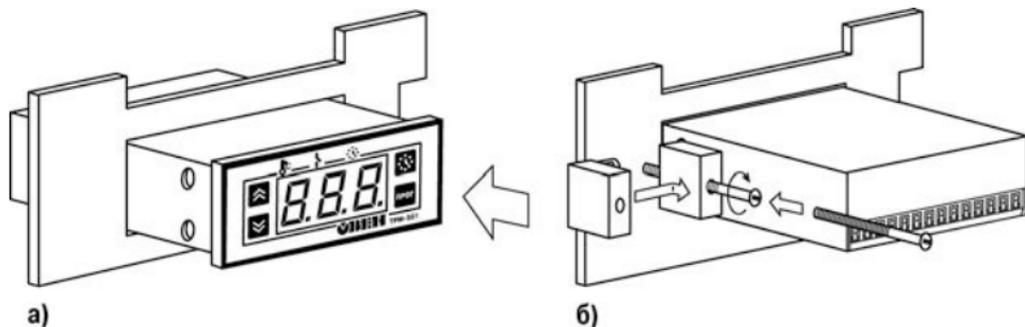

Рисунок 6.1 – Монтаж прибора
6.1.3 Смонтировать TPM501 на щите управления, используя для его крепления фиксаторы, входящие в комплект поставки прибора (см. рисунок 6.1, а, б).